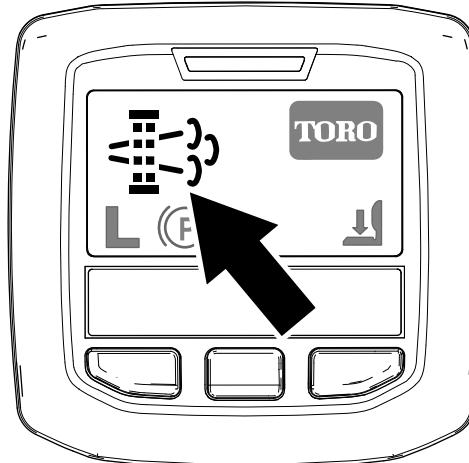

Bild 42
- Das Symbol für die geparkte Regenerierung wird im InfoCenter angezeigt (Bild 42).